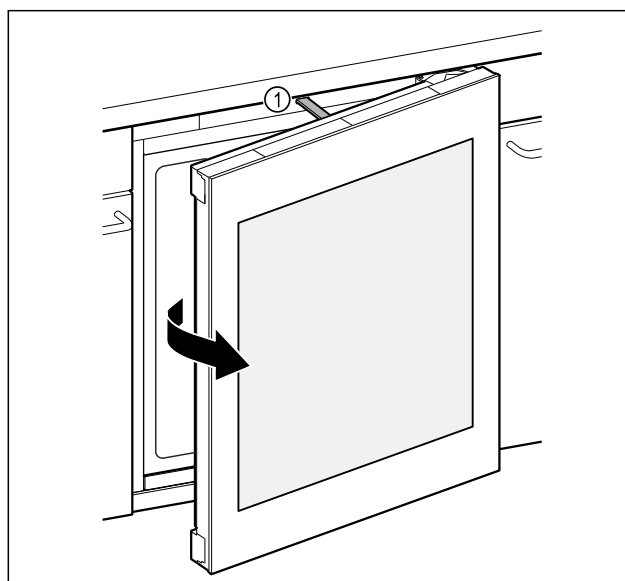

Fig. 92
- Skubbestangen Fig. 92 (1) åbner døren ca. 7 cm.